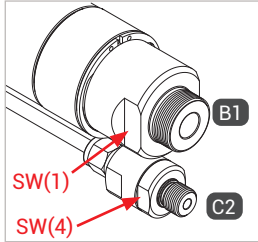
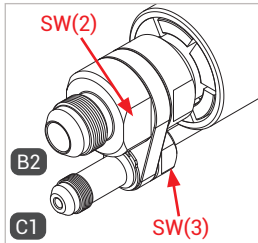

Abbildung 3
Abbildung 4
- ▶ Halten Sie beim Montieren des Füll- und Rückführschlauches, der Medienleitung und der Gasrückführung an den Anschlüssen „B1“, „B2“, „C1“ und „C2“ an den Schlüsselstellen SW(1), SW(2), SW(3) und SW(4) (Abbildung 3 und Abbildung 4) mit einem Gabelschlüssel gegen.
- ▶ Verschrauben Sie die Betriebsmedienzuleitung „B1“ druckdicht mit der Medienleitung der Tankstelle (Abbildung 3). Anzugsdrehmoment siehe untenstehende Tabelle.
- ▶ Verschrauben Sie, falls vorhanden, die Gasrückführung „C2“ druckdicht mit der Gasrückführung der Tankstelle (Abbildung 3). Anzugsdrehmoment siehe untenstehende Tabelle.
- ▶ Verschrauben Sie die Betriebsmedienableitung „B2“ druckdicht mit dem Anschluss des Füllschlauches (Abbildung 4). Anzugsdrehmoment siehe untenstehende Tabelle.
- ▶ Verschrauben Sie, falls vorhanden, die Gasrückführung „C2“ druckdicht mit dem Anschluss des Rückführschlauches (Abbildung 4). Anzugsdrehmoment siehe untenstehende Tabelle.